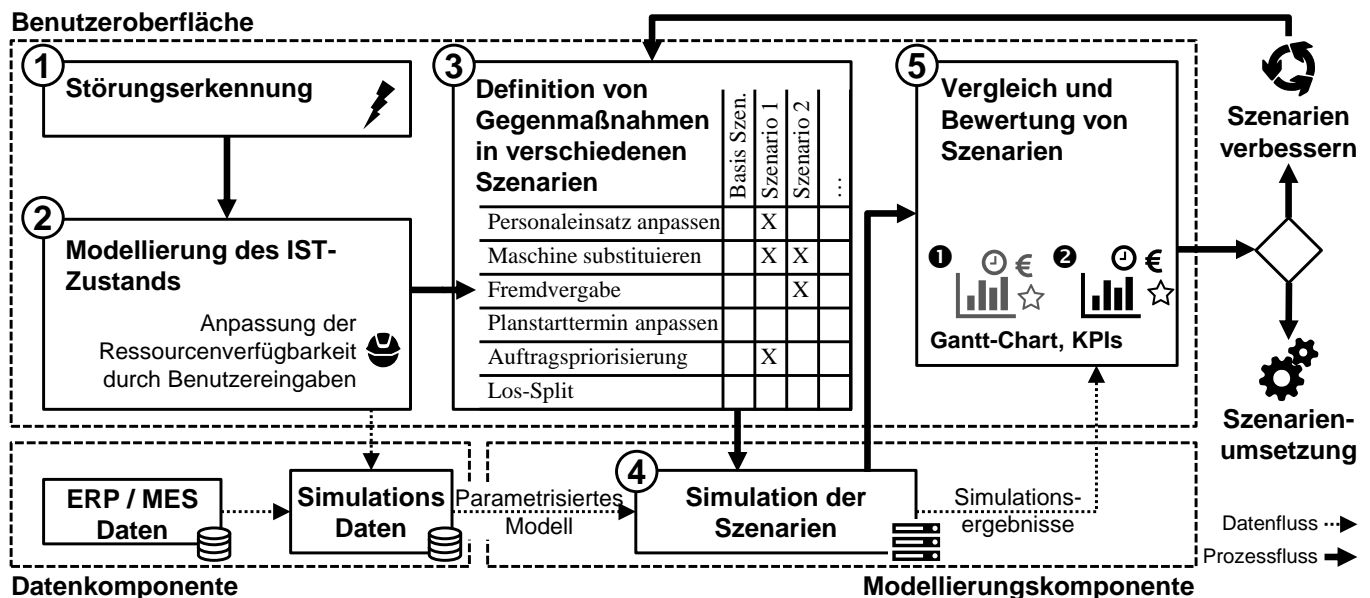

Abbildung 1: Entscheidungsunterstützungssystem der entwickelten App
Sowohl der Aufbau als auch der Ablauf des Simulationstools lässt sich anhand der Abbildung 1: Entscheidungsunterstützungssystem der entwickelten App darlegen. Dabei bilden die Benutzeroberfläche (3.1.1), Datenkomponente (3.1.2) und Modellierungskomponente (3.1.3) die drei Bestandteile.
Über die Benutzeroberfläche werden alle Eingaben durch den Anwender getätigt. Wie in Abbildung 1: Entscheidungsunterstützungssystem der entwickelten App dargestellt, werden diese an die Datenkomponente übergeben (2), welche diese mit den ERP/MES Daten als parametrisiertes Modell an die Modellierungskomponente zur Simulation zur Verfügung stellt. Nach Eingabe der gewünschten Gegenmaßnahmen durch den Anwender (3) werden in der Modellierungskomponente die Szenarien simuliert (4) und dem Anwender über die Benutzeroberfläche zur Bewertung dargestellt (5). Sofern kein zufriedenstellendes Szenario gefunden wurde, kann durch Anlegen neuer Szenarien iterativ ein Optimum gefunden werden.